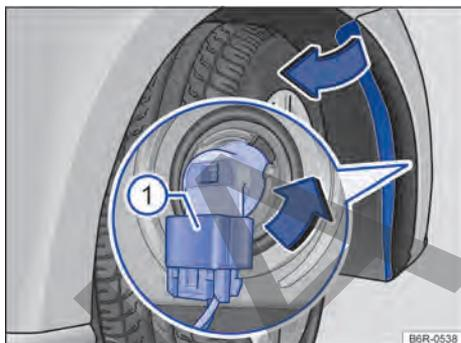

Fig. 138 Sustituir la bombilla del farol.
6. Desenchajar el conector de alimentación de la lámpara → fig. 138 (1), presionar al mismo tiempo, la traba de fijación del conector.
7. Girar el portalámparas → fig. 138, en el sentido antihorario de la flecha hasta el tope y desenchajarlo del alojamiento.
12. Encajar el conector de alimentación → fig. 138 (1) en el portalámparas. El conector debe encajar de forma audible.